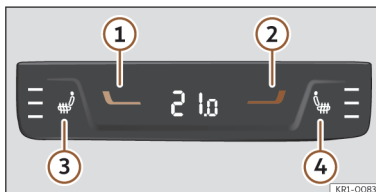

Fig. 103 Na parte traseira da consola central: comandos para os lugares traseiros.
- Pressione os botões ① e ② >>> **Fig. 103** para ajustar a temperatura da zona posterior.
- Pressionando as teclas ③ e ④ dos comandos dos lugares traseiros situados na parte traseira da consola central >>> **Fig. 103.**